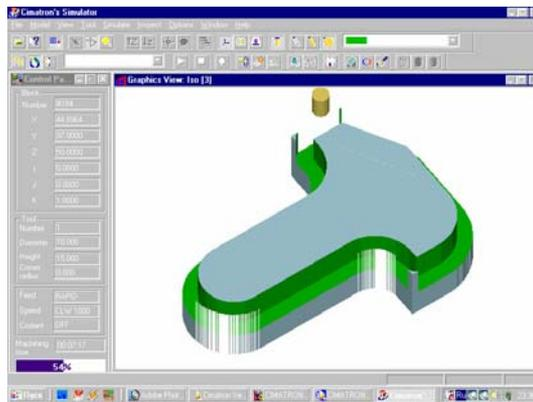
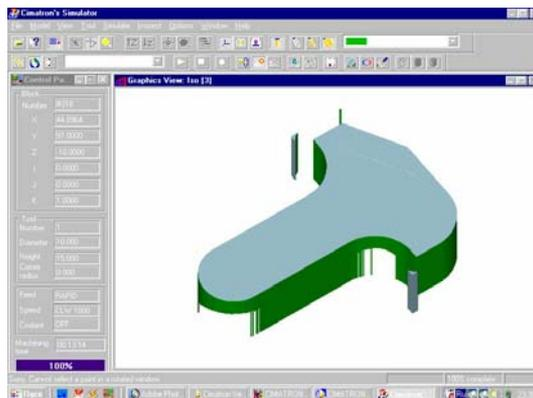

Рисунок 52
Рисунок 53
40. Запускаем обработку. Деталь во время обработки (рис.52), после обработки (рис.53).